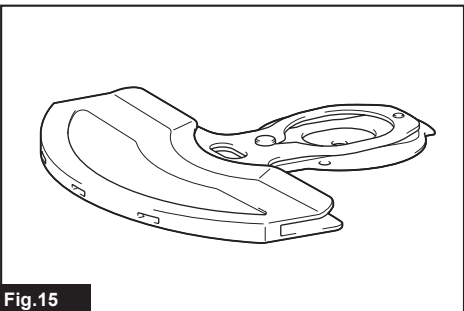

Fig.15
► **Abb.15:** 1. Vertiefung 2. Feder 3. Arm